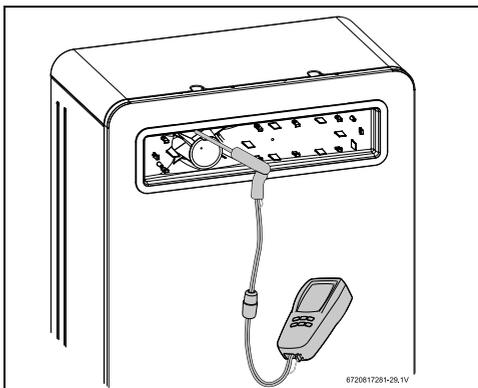

Fig. 52 Port de mesure
- ▶ Insérer la sonde de l'analyseur CO2 dans le port de mesure (environ 1.5" inséré), voir fig. 52.